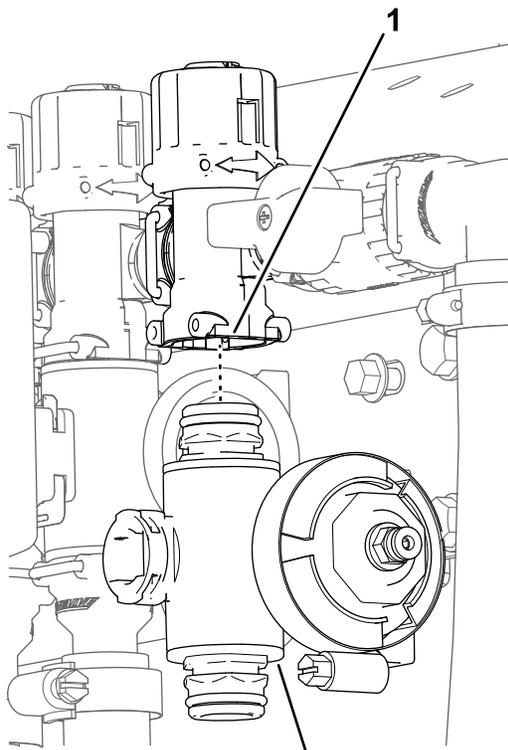

Bild 76
3. Entfernen Sie für die linken oder rechten Abschnittventile die Bundkopfschrauben und Sicherungsbundmutter, mit denen die Abschnittventile an der Ventilbefestigung befestigt sind. Entfernen Sie die Ventilverteiler für das mittlere Abschnittsventil von der Maschine; entfernen Sie den Abschnittventilverteiler von der Maschine (Bild 76).